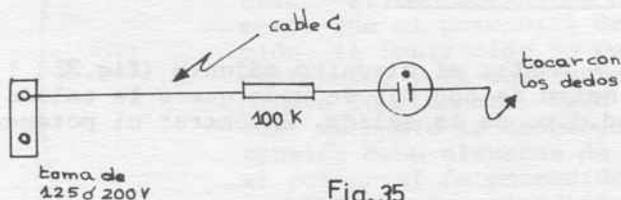

Fig.35
- P.5.- Montar el circuito adjunto (fig.35). ¿Luce la lámpara de neón al tocar con los dedos donde se indica?. Conectar el cable C al otro polo de la toma y contéstese la misma pregunta anterior. Probar con los polos de las tomas de 220 V  $\sim$  y 120 V  $\sim$ . ¿A qué se debe el distinto comportamiento de los polos de las tomas?